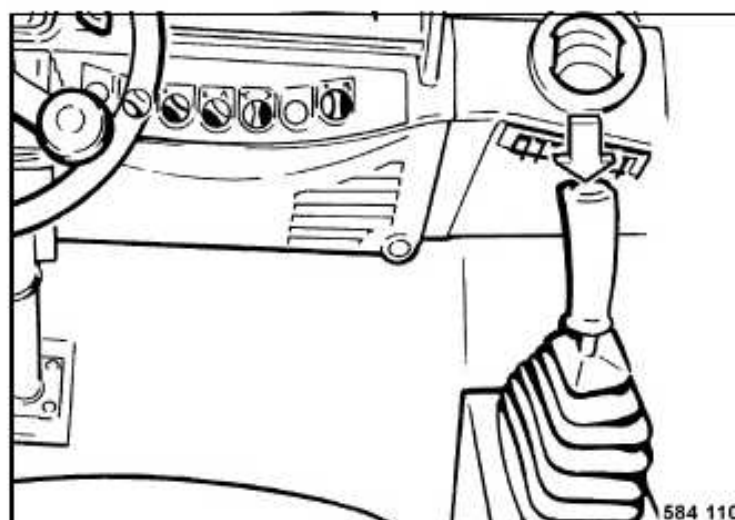

Fig. 81
- Conectar la vibración (Fig. 81).